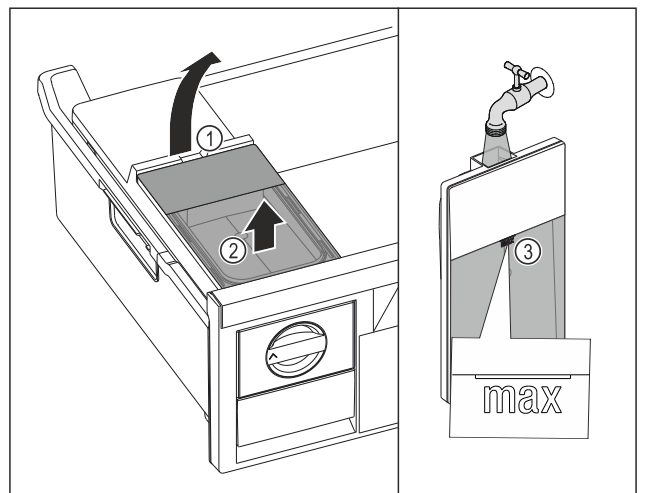

Fig. 156
- ▶ Nádržku na vodu nadvihnite za vybranie Fig. 156 (1).
- ▶ Nádržku na vodu odoberte nahor. Fig. 156 (2)
- ▶ Nádržku na vodu naplňte pitnou vodou po značku Fig. 156 (3).